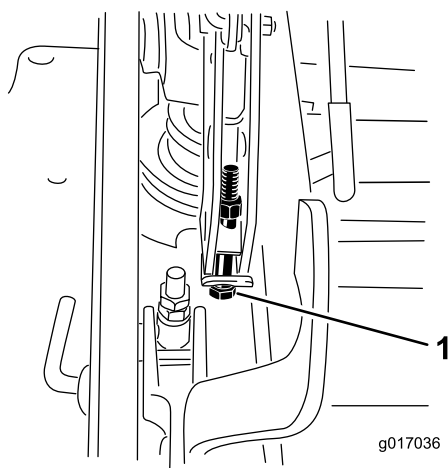

Figura 75
13. Si la carcasa está demasiado baja, apriete el perno del ajuste de un solo punto girándolo en el sentido de las agujas del reloj. Si la carcasa está demasiado alta, afloje el perno del ajuste de un solo punto girándolo en el sentido contrario a las agujas del reloj (Figura 75).